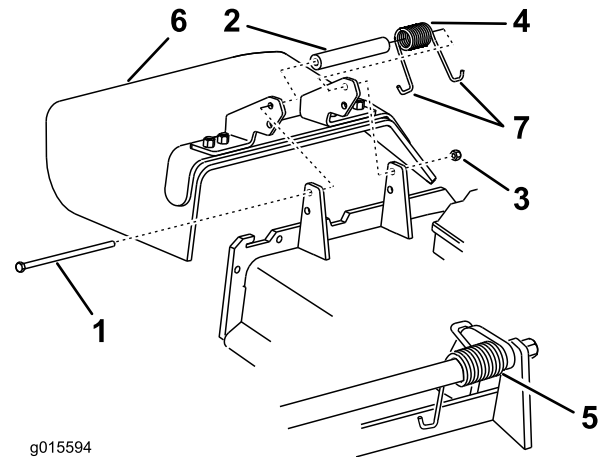

Figura 100
Nota: Asegúrese de colocar un extremo en J del muelle detrás del reborde de la carcasa antes de instalar el perno, según se muestra en Figura 100.
- Instale el perno y la tuerca. Coloque un extremo en J del muelle alrededor del deflector de hierba (Figura 100).
- Retire la contratuerca, el perno, el muelle y el espaciador que sujetan el deflector a los soportes de pivote (Figura 100).